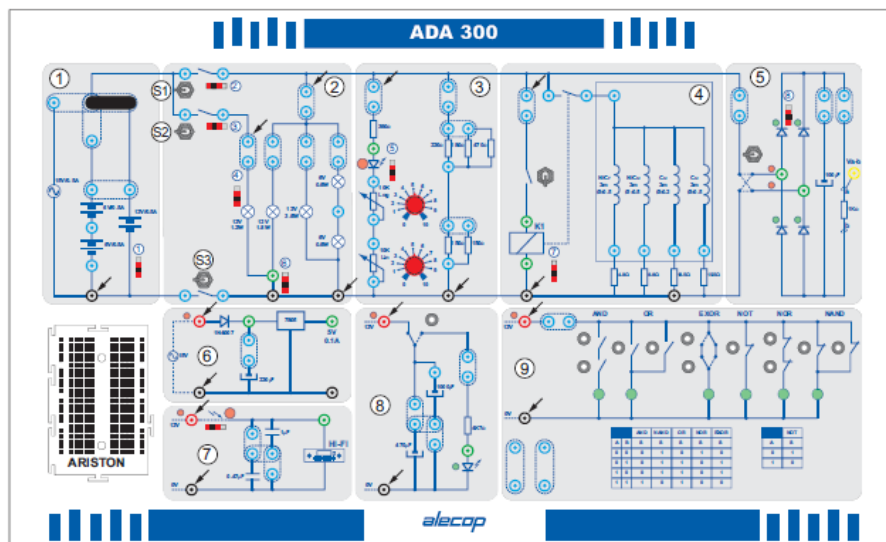

Figura 001.3
07. Sareko elikaduraren tentsioak eskaturiko ezaugarriak dituela ziurtatu ondoren, entxufatu maketa sarera eta piztu ezazu atzeko aldean duen etengailua erabiliz. Egiaztatu baterien elikadura tentsioa eta korrante alternokoarena. Apuntatu lorturiko emaitzak. (Figura 001.3).